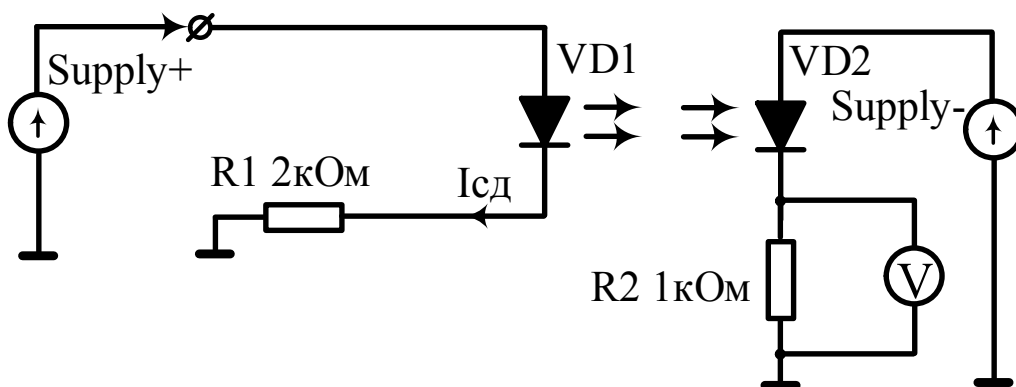

Рисунок 14 – Схема исследования фотодиода в фотодиодном режиме
2. Собрать схему исследования фотодиода в фотодиодном режиме (рисунок 14).